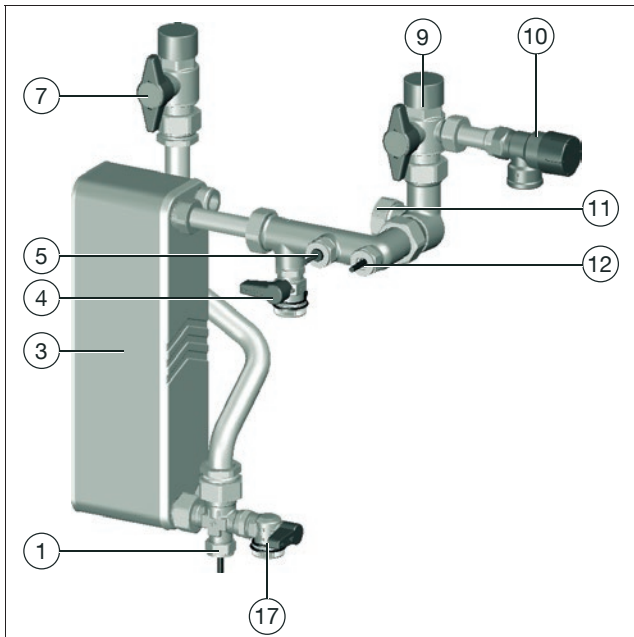

Abb. 15: Trinkwasserkreis befüllen und entlüften
1. Öffnen Sie langsam den Absperrkugelhahn Trinkwasser warm (siehe Position (7) in Abb. 15 und in Abb. 1 auf Seite 10).
2. Öffnen Sie langsam den Absperrkugelhahn Trinkwasser kalt (siehe Position (9) in Abb. 15 und in Abb. 1 auf Seite 10).
- ▶ Falls im Trinkwasserkreis weiterhin Geräusche durch Lufteinschlüsse entstehen, öffnen Sie leicht den KFE-Kugelhahn Trinkwasser warm bis nur noch Wasser austritt (siehe Position (17) in Abb. 15 und in Abb. 1 auf Seite 10).